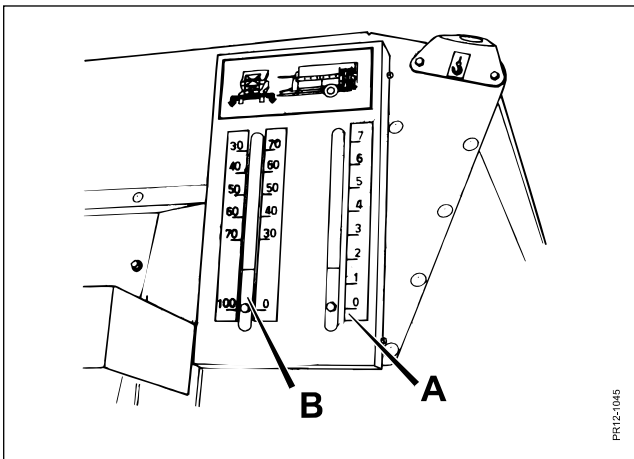

Fig. 5.22
- Fig 5.22** Fordelerlågen indstilles til den ønskede procentvise mængde til højre og venstre side (skala B). Udfodringsmængden reguleres med fremkørselshastigheden og åbnehøjden på lågen (skala A). Vær opmærksom på at der ikke udfodres så stor en mængde i højre side, at båndet trækker foder med ind. Den maksimale åbnehøjde af lågen bestemmes af foderblandingsens sammensætning og kapaciteten i tværbåndet.